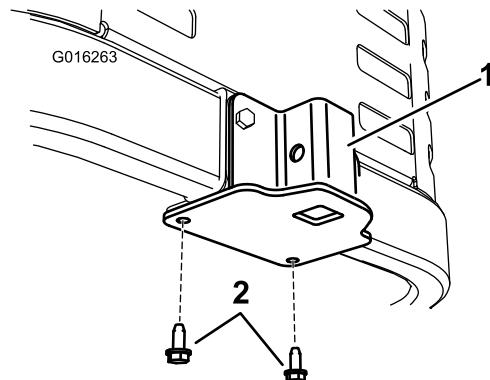

Figure 5
1. Retirez les vis autotaraudeuses existantes au bas du cadre de la machine (Figure 5). Mettez les boulons au rebut.
3. Fixez le support au bas du cadre de la machine, par dessous, avec 2 vis autotaraudeuses (5/16 x ¾ po) neuves, comme montré à la Figure 5.